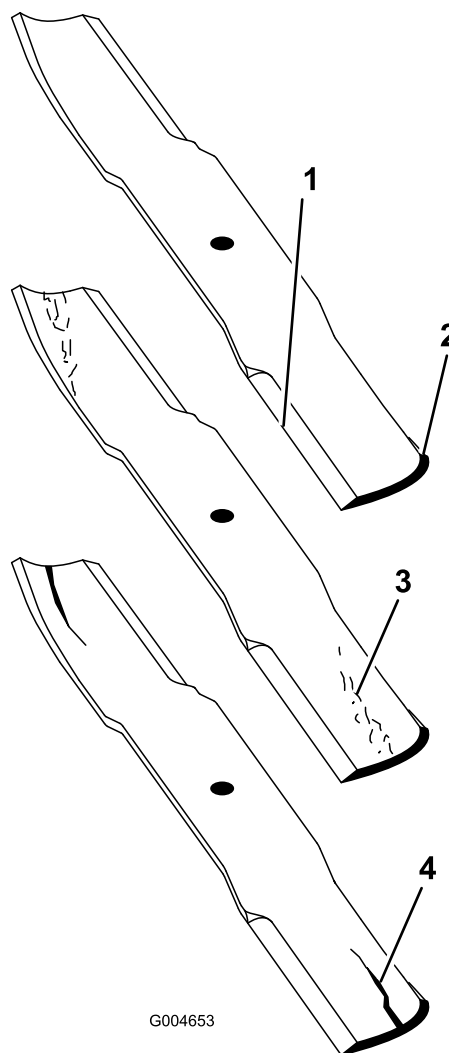

Figura 77
2. Examine cuidadosamente as extremidades da lâmina, prestando especial atenção à zona onde se encontram as partes curvas e planas da lâmina (Figura 77).
Nota: A areia e os materiais abrasivos podem desgastar o metal entre as partes plana e curva da lâmina; por isso, verifique a lâmina antes de utilizar a máquina. Se verificar que esta zona se encontra desgastada (Figura 77), substitua a lâmina.
3. Inspeccione as extremidades de corte de todas as lâminas e afie-as se apresentarem sinais de desgaste ou ranhuras (Figura 77).